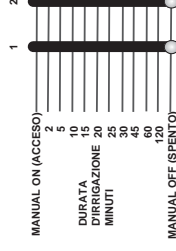

Abb. 13: Dauer-Schiebescalter auf Manuell Aus gestellt
- Sie können jede beliebige einzelne oder mehrere Stationen abschalten, indem Sie den Bewässerungsdauer-Schiebescalter in die Position **MANUALLY OFF** (Manuell Aus) stellen (ganz nach unten) [siehe Abb. 13].